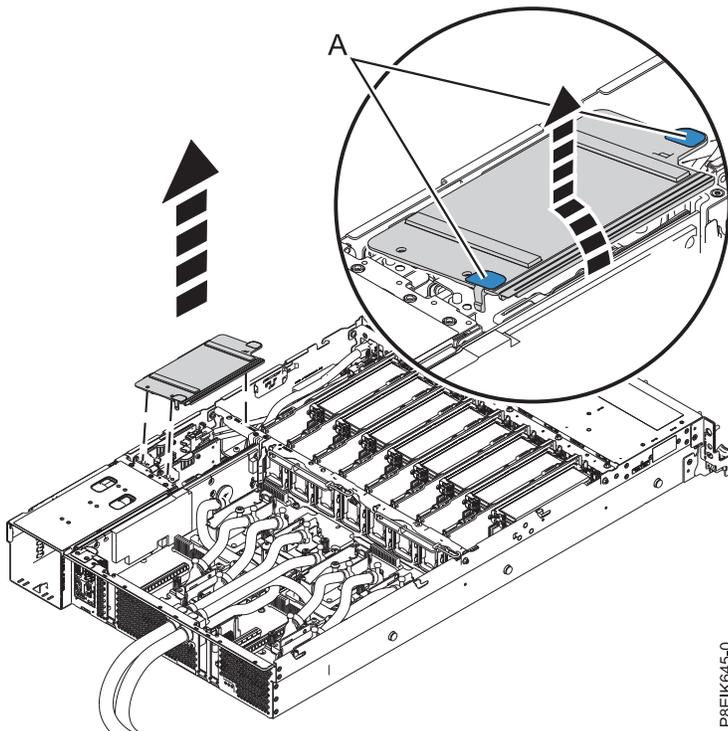

図 115. 電源ライザー・エア・バッフルの取り外し
2. 電源ライザー・エア・バッフルを取り外します。青色のタブ (A) を使用して、バッフルを外し、システムから持ち上げます。 図 115を参照してください。